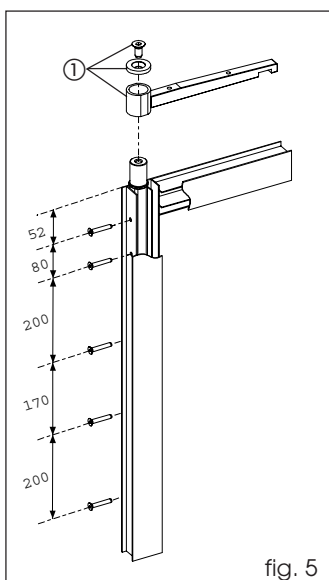
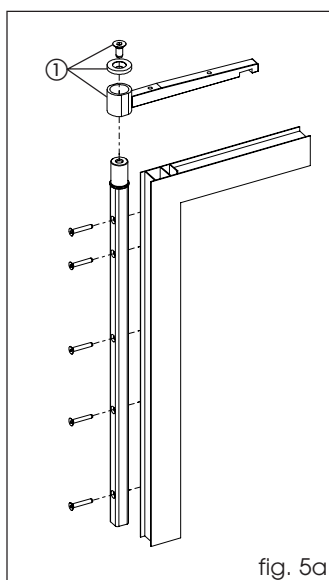
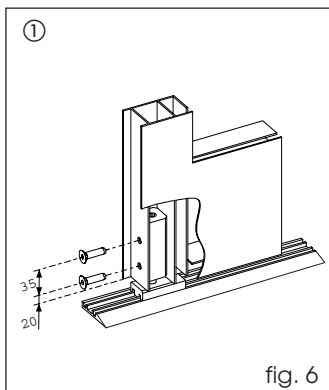
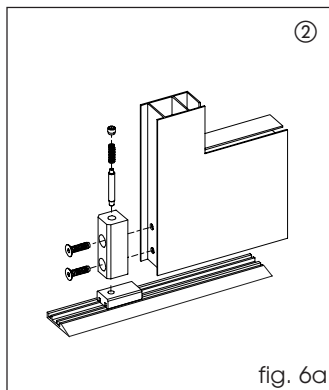

fig. 5
fig. 5a
fig. 6
fig. 6a
Eseguire le forature sul montante esterno dell'anta mobile come indicato nelle figure 5 e 5a e procedere al fissaggio della staffa laterale antipanico e del gruppo pattino di scorrimento.
N.B.: la staffa laterale antipanico e il gruppo pattino di scorrimento possono essere alloggiati all'interno della sezione dell'anta (fig. 5 e fig. 6) oppure fissati dall'esterno (fig. 5a e fig. 6a). Se sono montati all'interno eseguire dei fori $\varnothing 8,5$ ed utilizzare le viti in dotazione; se sono fissati all'esterno utilizzare delle viti autoforanti adeguate (non fornite).
Montare la staffa superiore utilizzando la rondella e la vite in dotazione come indicato in fig. 5 rif. ①.